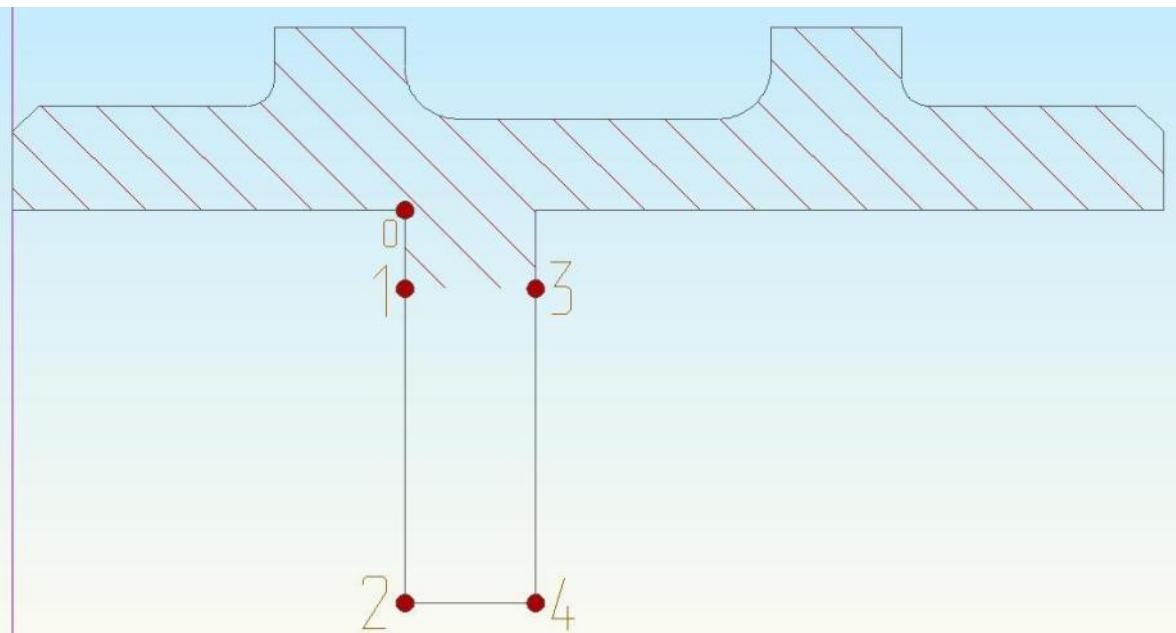

Рисунок 10. Изменение положения узлов элемента
12. Подведите курсор к пересечению линий находящихся в точке **0** (рис. 10). И притянитесь курсором к пересечению, одновременно нажав левую и среднюю кнопку мыши или клавишу **C** на клавиатуре.
17. Укажите узел элемента, точка **1** (рис. 10) и отведите курсор вниз к построенной линии, точка **2** (рис. 10).
19. Повторите действия 17-18 для точек **3** и **4** (рис. 10).
22. Подведите курсор к пересечению линий находящихся в точке **0** (рис. 10). И притянитесь курсором к пересечению, одновременно нажав левую и среднюю кнопку мыши или клавишу **C** на клавиатуре.